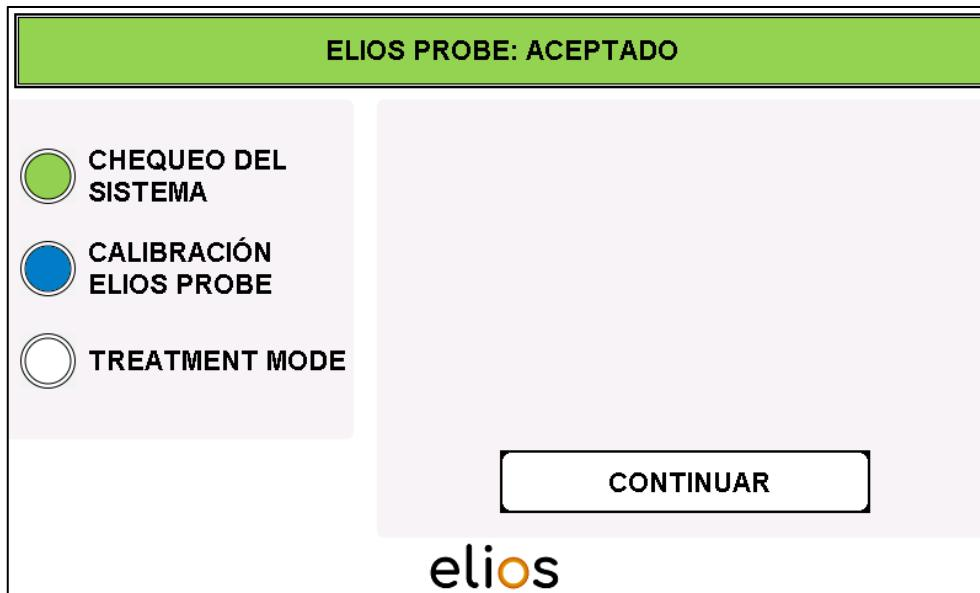

Fig. 4-7: Reconocimiento de la fibra – **ELIOS PROBE: ACEPTADO**
- Si se conecta una nueva fibra estéril a la ELIOS laser console, se indica la notificación “**ELIOS PROBE: ACEPTADO**”. Para acceder al siguiente elemento del menú, pulsar “**CONTINUAR**” (Fig. 4-7).